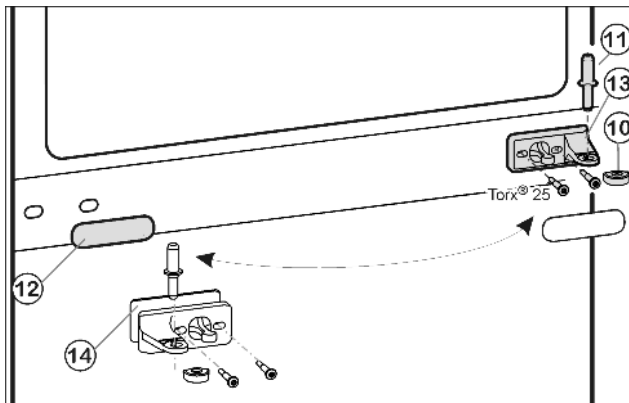
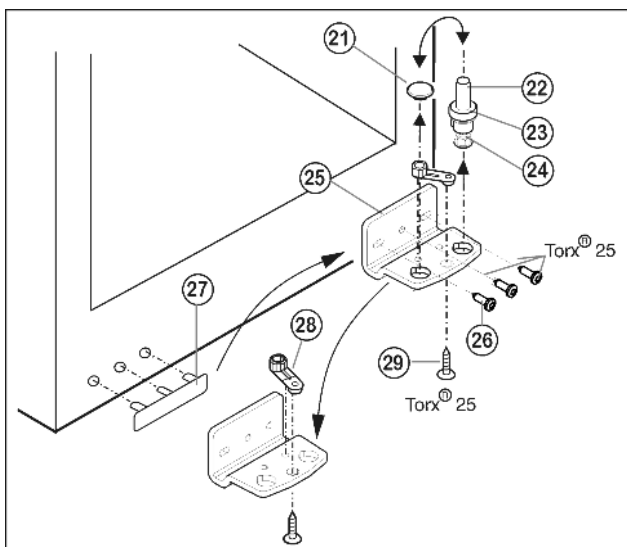

Fig. 9
Fig. 10
- ▶ Vedä keskimäinen laakeritappi *Fig. 9 (11)* pois laakerinkannattimesta ja alemmasta ovesta.
- ▶ Vedä muovipäällys *Fig. 9 (10)* irti.
- ▶ Ruuvaa keskimäinen laakerinkannatin *Fig. 9 (13)* irti (2 kertaa Torx® 25).
- ▶ Vedä suojuskansi *Fig. 9 (12)* varovasti irti.
- ▶ Ruuvaa keskimäinen laakerinkannatin *Fig. 9 (13)* alustoi-neen *Fig. 9 (14)* 180° käännettynä uudelle saranapuolelle **kiinni** (4 Nm).
- ▶ Lukitsesuojuskansi *Fig. 9 (12)* 180° käännettynä uudelle kahvan puolelle.
- ▶ Vedä koko laakeritappi *Fig. 10 (22)* levyineen *Fig. 10 (23)* ja tukijalkoi-neen *Fig. 10 (24)* irti ylöspäin vetäen.
- ▶ Kohota tulppa *Fig. 10 (21)* pois.
- ▶ Laakerinkannatin *Fig. 10 (25)* ruuvataan irti *Fig. 10 (26)*.
- ▶ Saranaosa *Fig. 10 (28)* ruuvataan irti *Fig. 10 (29)* ja asetetaan vastakkaisella puolella laakerinkannattimen reikään sekä ruuvataan taas kiinni.
- ▶ Nosta kahvanpuoleinen kansi *Fig. 10 (27)* varovasti irti ja vaihda se toiselle puolelle.
- ▶ Ruuvaa uudella saranapuolella oleva laakerinkannatin *Fig. 10 (25)* **kiinni (4 Nm)** tarvittaessa akkuruuvinväännintä apuna käyttäen.
- ▶ Aseta tulppa *Fig. 10 (21)* taas toiseen reikään.
- ▶ Asenna koko laakeritappi *Fig. 10 (22)* levyineen ja tukijalkoi-neen taas paikalleen. Katso tällöin, että lukitusnokka osoittaa taaksepäin.
- ▶ Aseta alempi ovi ylhäältä käsin alempaan laakeritappiin *Fig. 10 (22)*.
- ▶ Aseta muovipäällys *Fig. 9 (10)* jälleen keskimäisen laakerinkannattimen *Fig. 9 (13)* päälle.
- ▶ Pistä keskimäinen laakeritappi *Fig. 9 (11)* uudella sarana-puolella keskimäisen laakerinkannattimen *Fig. 9 (13)* läpi alempaan oveen.
- ▶ Aseta ylempi ovi keskimäiseen laakeritappiin *Fig. 9 (11)*.
- Säädä ovien asento tarvittaessa alimman laakerinkannattimen *Fig. 10 (25)* ja keskimmäisen laakerinkannattimen *Fig. 9 (13)* pitkittäisreijistä laitteen seinän kanssa samansuuntaiseksi. Tätä varten ruuvataan alimman laakerinkannattimen *Fig. 10 (25)* keskimmäinen ruuvi irti.